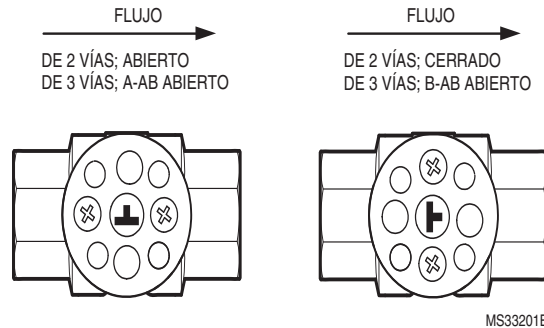

Fig. 32.
3. Extraiga el actuador. Asegúrese de que la válvula esté cerrada. El símbolo T en el vástago debe estar orientado como se muestra en el dibujo de la derecha de la Fig. 32 a continuación.
7. Inserte el vástago nuevo. Asegúrese de alinear la llave en la parte inferior del vástago con la ranura en la bola y de que el símbolo T del vástago nuevo esté alineado exactamente como el anterior (como se muestra en el dibujo de la derecha en la Fig. 32 más abajo).